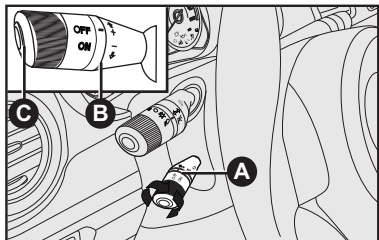

fig. 48
- Comandos - fig. 48
O piloto automático é comandado pela alavanca **A-fig. 48**.
A extremidade da alavanca **A-fig. 48** pode assumir duas posições:
Um breve toque na alavanca **B-fig. 48**, para cima (+) permite aumentar a velocidade memorizada.
Um breve toque na alavanca **B-fig. 48**, para baixo (-) permite diminuir a velocidade memorizada.
A cada acionamento da alavanca **B-fig. 48** a velocidade aumenta ou diminui cerca de 1 km/h.
Após o desligamento automático do dispositivo, o botão **C-fig. 48** permite restabelecer a velocidade memorizada.
ATENÇÃO: girando a chave da ignição na posição **STOP**, ou a extremidade da alavanca **A-fig. 48** na posição **OFF**, a velocidade memorizada é cancelada e o sistema desligado.
A extremidade da alavanca **A-fig. 48** pode ser deixada constantemente na posição **ON** sem danificar o dispositivo. No entanto, recomenda-se desativar o dispositivo quando o mesmo não for utilizado, girando o comutador na posição **OFF** para evitar memorizações acidentais de velocidade.
- girar a extremidade da alavanca **A-fig. 48** em **ON** e pisando no pedal do acelerador, levar o veículo à velocidade desejada;
- pressione o botão **C-fig. 48**.
- posicionando a alavanca **A-fig. 48** de modo momentâneo em (+).
- posicionando a alavanca **A-fig. 48** em (-) até o alcance da nova velocidade que permanecerá automaticamente memorizada.
Girar a extremidade da alavanca **A-fig. 48** em **OFF** ou a chave de ignição na posição **STOP**.